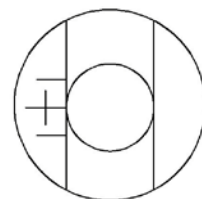

图 12
5.3.5 旋转右毂轮, 使右刻线内侧与压痕直径的右尖端相切 (图 12)。